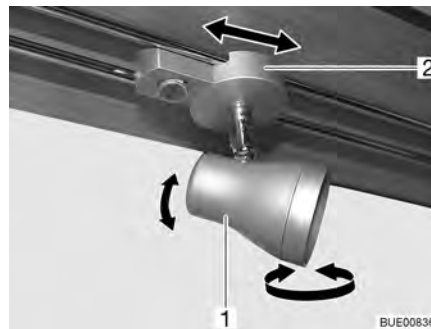

Fig. 59 Spot
*Tourner :* ■ Saisir le boîtier (Fig. 59,1) et le tourner.
*Faire coulisser :* ■ Saisir le support (Fig. 59,2).